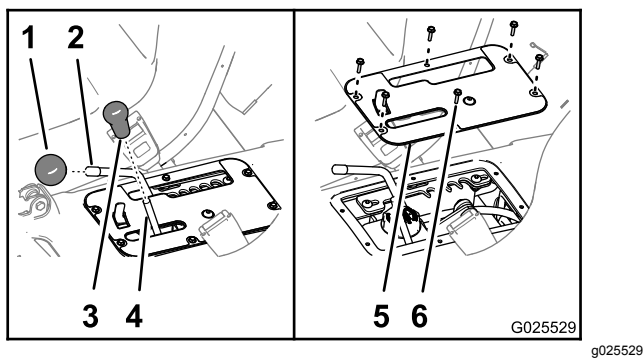

Figura 60
- Rimuovete le manopole dalla leva di sollevamento idraulico e dalla leva del range di velocità (Figura 60).
2. Rimuovete le 6 viti a rondella esagonale (n. 10 x 3/4") che fissano la piastra di copertura dei comandi alla base del sedile, quindi togliete la piastra di copertura (Figura 60).
6. Allineate i fori nella piastra di copertura dei comandi con i fori alla base del sedile (Figura 60).
7. Fissate la piastra alla base con le 6 viti a rondella esagonale (Figura 60) rimosse alla fase 2.
8. Avvitare le manopole sulle aste della leva di sollevamento idraulico e della leva del range di velocità (Figura 60).
2. Rimuovete le manopole dalla leva di sollevamento idraulico e dalla leva del range di velocità (Figura 60).
3. Rimuovete le 6 viti a rondella esagonale (n. 10 x 3/4") che fissano la piastra di copertura dei comandi alla base del sedile, quindi togliete la piastra di copertura (Figura 60).
9. Allineate i fori nella piastra di copertura dei comandi con i fori alla base del sedile (Figura 60).
10. Fissate la piastra alla base con le 6 viti a rondella esagonale (Figura 60) rimosse alla fase 3.
11. Avvitate le manopole sulle aste della leva di sollevamento idraulico e della leva del range di velocità (Figura 60).